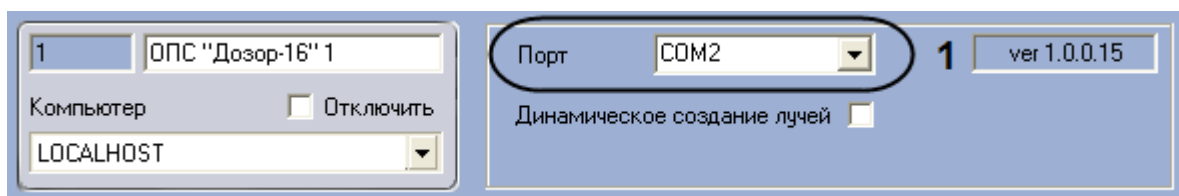

Рис. 3.2—2. Настройка подключения ОПС Дозор-16
2. Выбрать COM-порт подключения системы к серверу из раскрывающегося списка **Порт** (Рис. 3.2—2, 1).